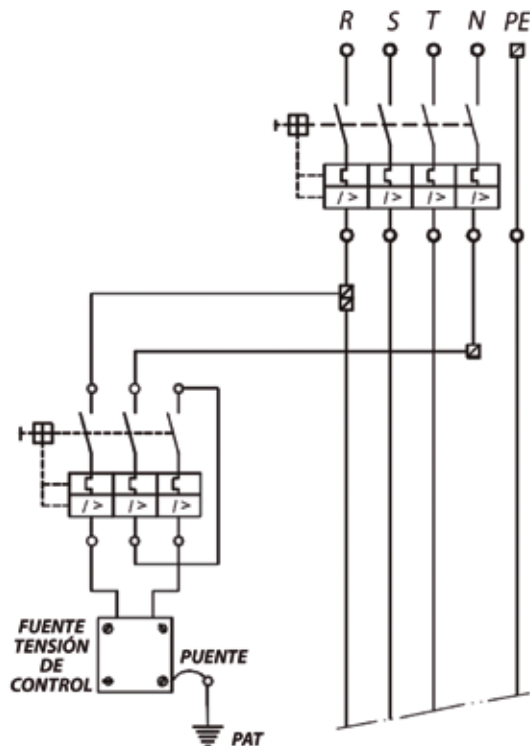

Figura 8. Circuito de fuente de corriente continua o alterna, protegida y seccionada con un guardamotor termomagnético automático tripolar
- » una fuente de corriente continua o alterna cuya tensión de salida será la establecida en el diseño de acuerdo a las necesidades (24, 48, 110 o 220 V), protegida y seccionada con un guardamotor termomagnético automático tripolar (ver figura 8).